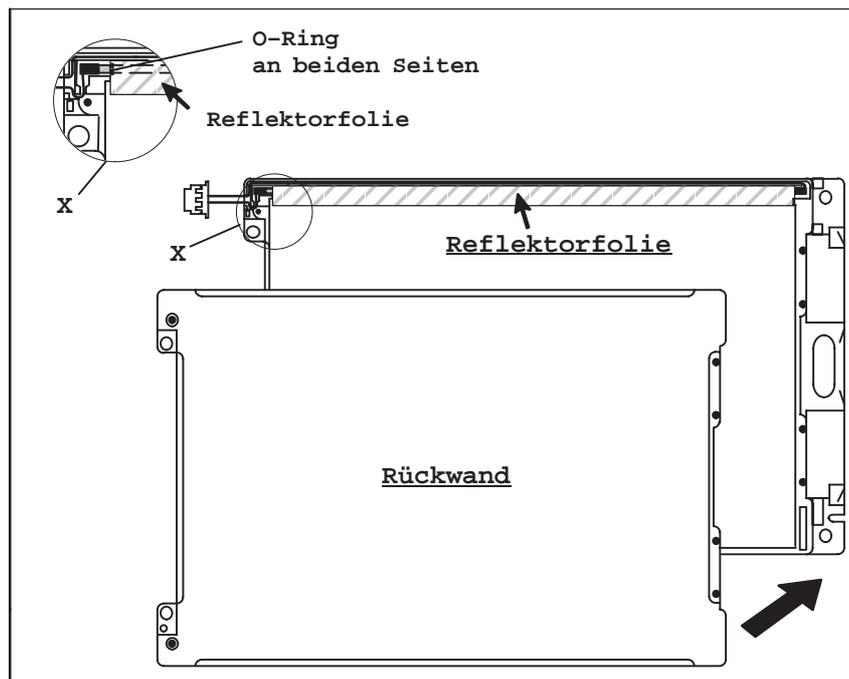

Bild 1-10 Zusammenbau
- Setzen Sie die Displayrückwand wieder zusammen (siehe hierzu Bild 1-10) und befestigen Sie zunächst die 6 Schrauben.